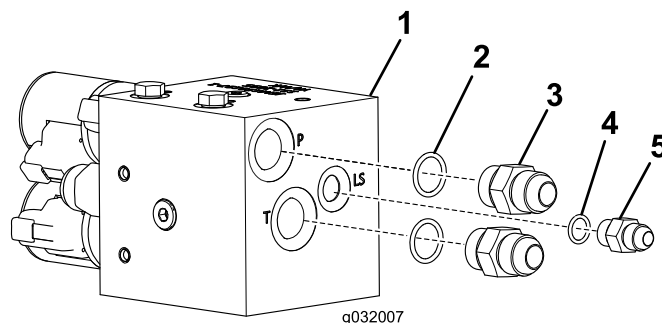

Figura 1
3. Instale a união reta pequena e as 2 uniões retas grandes na válvula solenoide, conforme indicado em Figura 1.